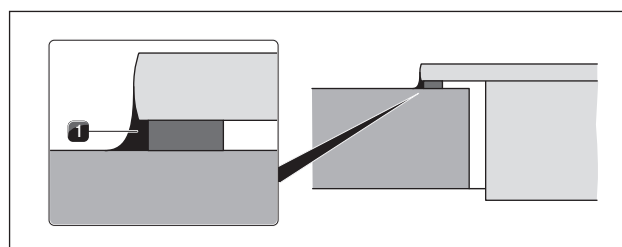

Fig. 4.46 Pasta sigillante al silicone per montaggio in battuta
- ▶ Applicare correttamente la targhetta del set di ugelli inclusa nella fornitura sopra alla targhetta del set di ugelli sulla parte inferiore del piano cottura (vedi fig. 4.46) e sulla penultima pagina delle Istruzioni per l'uso.